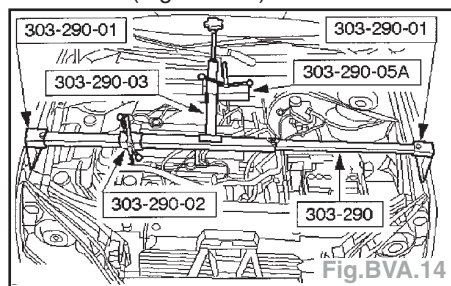

Fig.BVA.14
- Poser les outils spéciaux et immobiliser le moteur (Fig.BVA.14).
- Retirer les outils spéciaux (Fig.BVA.14).